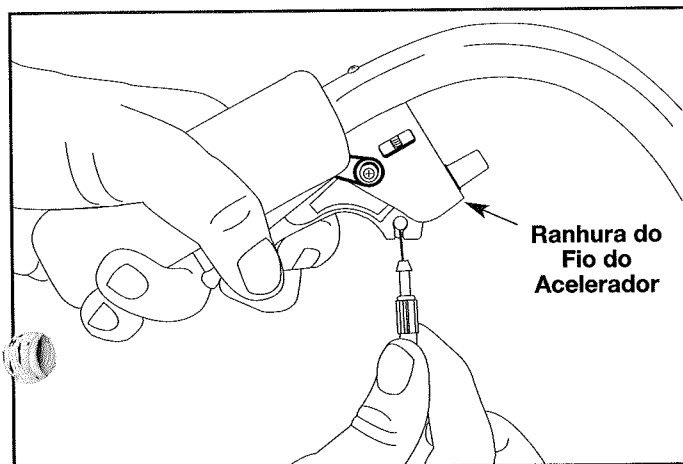

Fig. 10
3. Com o gatilho do acelerador premido, coloque a extremidade bojuda do fio do acelerador dentro do orifício do gatilho (Fig. 10).